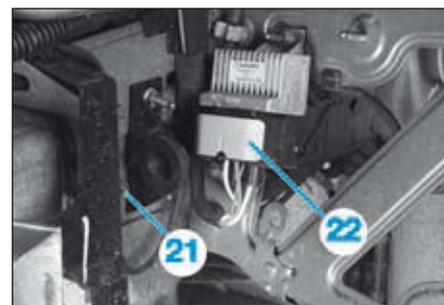

FIG.109
- l'écrou de fixation du câble de masse sur la caisse (21) (Fig.109),
- Débrancher le connecteur du boîtier de pré-postchauffage (22).